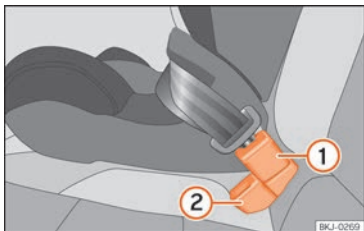

Abb. 28 Position des Gurtschlössers auf der Rücksitzbank
- Gurtschloss für den mittleren Sitzplatz »» **Abb. 28 ①** hinter dem Gurtschloss für den äußeren Sitzplatz »» **Abb. 28 ②** anbringen.
- Schlosszunge des Sicherheitsgurts des mittleren Sitzplatz in das Gurtschloss für den mittleren Sitzplatz »» **Abb. 28 ①** stecken, bis es hörbar einrastet.
- Damit die Gurte richtig eingelegt sind, sollten die Gurtschlösser nicht verdreht werden »» **Abb. 28**.